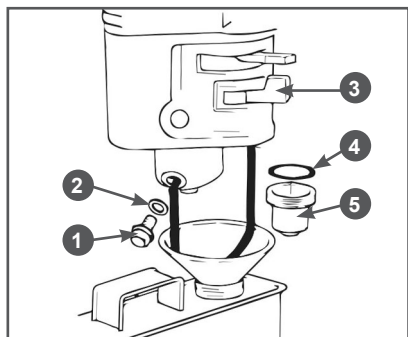

Рис. 17 Обслуживание фильтра-отстойника
1. Установите рычаг топливного крана 3 (Рис. 17) в положение «ЗАКРЫТО».
- Открутите болт 1 сливного отверстия и слейте топливо из поплавковой камеры карбюратора (Рис. 17).
- Открутите стакан отстойника 5, вылейте из него топливо в заранее подготовленную емкость (Рис. 17).